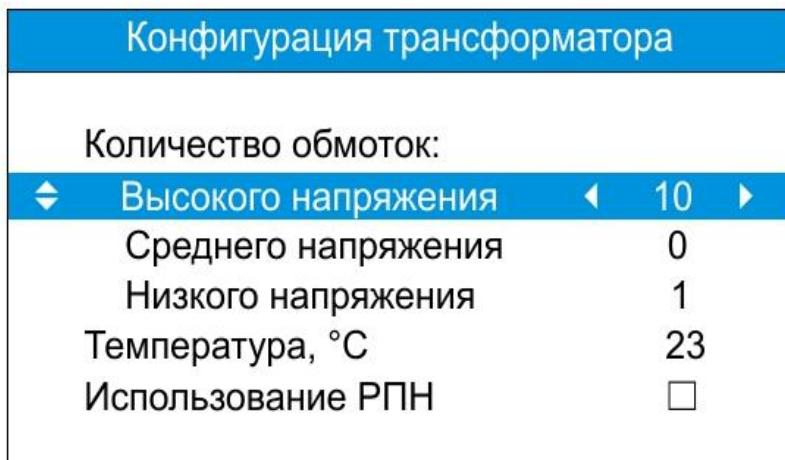

Рис. 16. Выбор характеристик трансформатора.
**5.3.1.** Для начала испытаний нового трансформатора потребуется определить его конфигурацию с помощь диалогового окна, представленного на рис. 16.